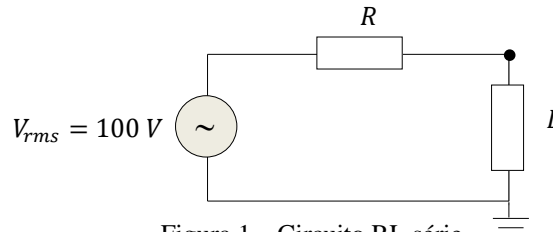

Figura 1 – Circuito RL série.
1. No simulador PSIM, crie um projeto e na área de trabalho monte o circuito  $RL$ -série como mostrado na Figura 1, com a fonte de tensão senoidal ajustada para tensão eficaz de  $100\text{ V}$ ,  $60\text{ Hz}$  e ângulo de fase  $0^\circ$ .  $L$  representa a combinação em paralelo de indutores e  $R$  a associação de resistores em paralelo, como definidos no Quadro 1.
- Para o circuito da Figura 1, considere as associações de resistores e capacitores, conforme mostrado no Quadro 2, e repita os procedimentos da questão 1. Considere o capacitor como sendo ideal.